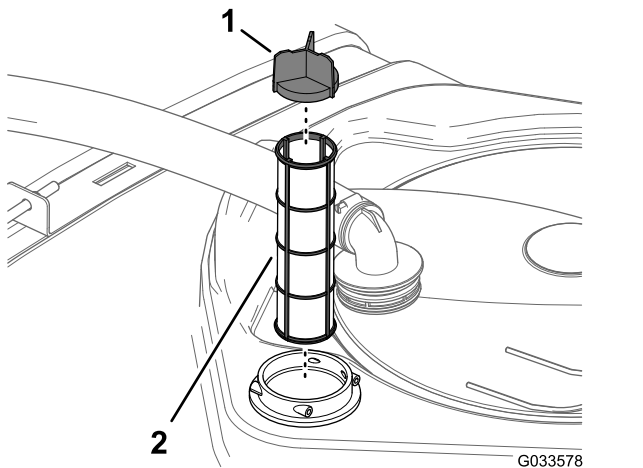

Рисунок 104
4. Извлеките старый фильтр линии всасывания из его корпуса в баке (Рисунок 104).